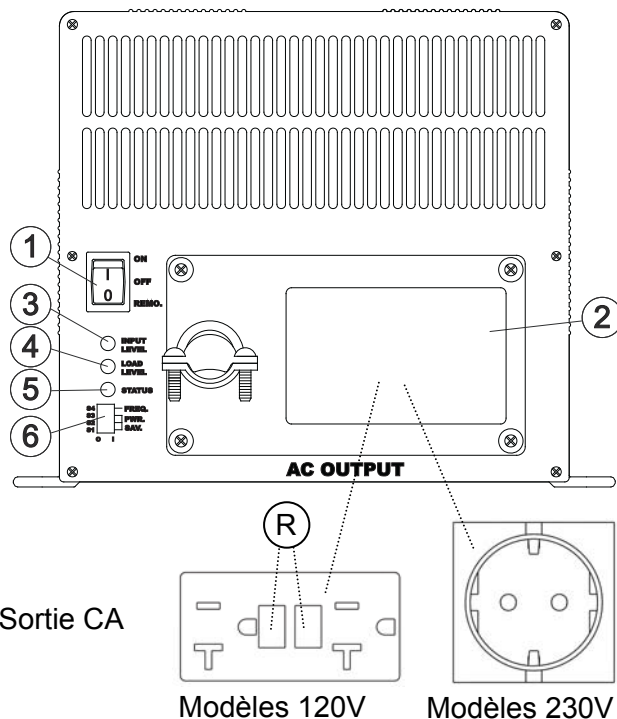

Figure 1: face avant
- Connecter le point de masse du convertisseur (se référer à la Figure 1, réf. 7) au point de masse central du véhicule/bateau
- Le neutre (N) de la sortie C.A. du convertisseur doit être connecté au point de masse la terre (PE/GND) et un dispositif de courant résiduel doit être intégré dans le câblage de la sortie C.A.
Voir figure 1, réf. 6. Dans des conditions normales d'utilisation, il est inutile de modifier les réglages des commutateurs DIP : le convertisseur est immédiatement prêt à l'emploi.
- Avant d'installer le convertisseur, assurez-vous que l'interrupteur principal (Figure 1, réf. 1) est en position « OFF » (Arrêt)
3. Tension C.A. : la charge peut être directement connectée à la sortie C.A. (Figure 1, réf. 2).
Basculer l'interrupteur principal (Figure 1, réf. 1) sur « ON ». Le convertisseur démarrera alors un autotest signalé par deux bips provenant de l'avertisseur sonore et des voyants DEL clignotants. Cet autotest peut durer environ deux secondes. L'avertisseur sonore émettra enfin un autre bip et le convertisseur se mettra en marche, signalé par l'éclairage d'un voyant DEL vert (2). Le convertisseur est prêt à alimenter la charge connectée à la sortie CA (1).
Vous pouvez faire fonctionner le convertisseur à distance à l'aide d'un interrupteur de commande à distance (optionnel). Basculer l'interrupteur principal (Figure 1, réf. 1) sur "REMOTE". Lorsque le contact de l'interrupteur de commande à distance est fermé, le convertisseur se met en marche.
En cas d'un courant de fuite à la terre, le disjoncteur différentiel de fuite à la terre (DDFT) se déclencherait et l'alimentation de sortie CA serait coupée. Pour réinitialiser l'alimentation CA, appuyer sur le bouton Reset (Figure 1, réf. R)
Voir Figure 1. Le fonctionnement du convertisseur est rendu visible par les voyants DEL (3), (4) et (5)
L'interrupteur principal (1) est réglé sur « REMOTE », sans qu'un interrupteur de commande à distance soit installé	Basculer l'interrupteur principal (Fig. 1, réf. 1) sur « ON »